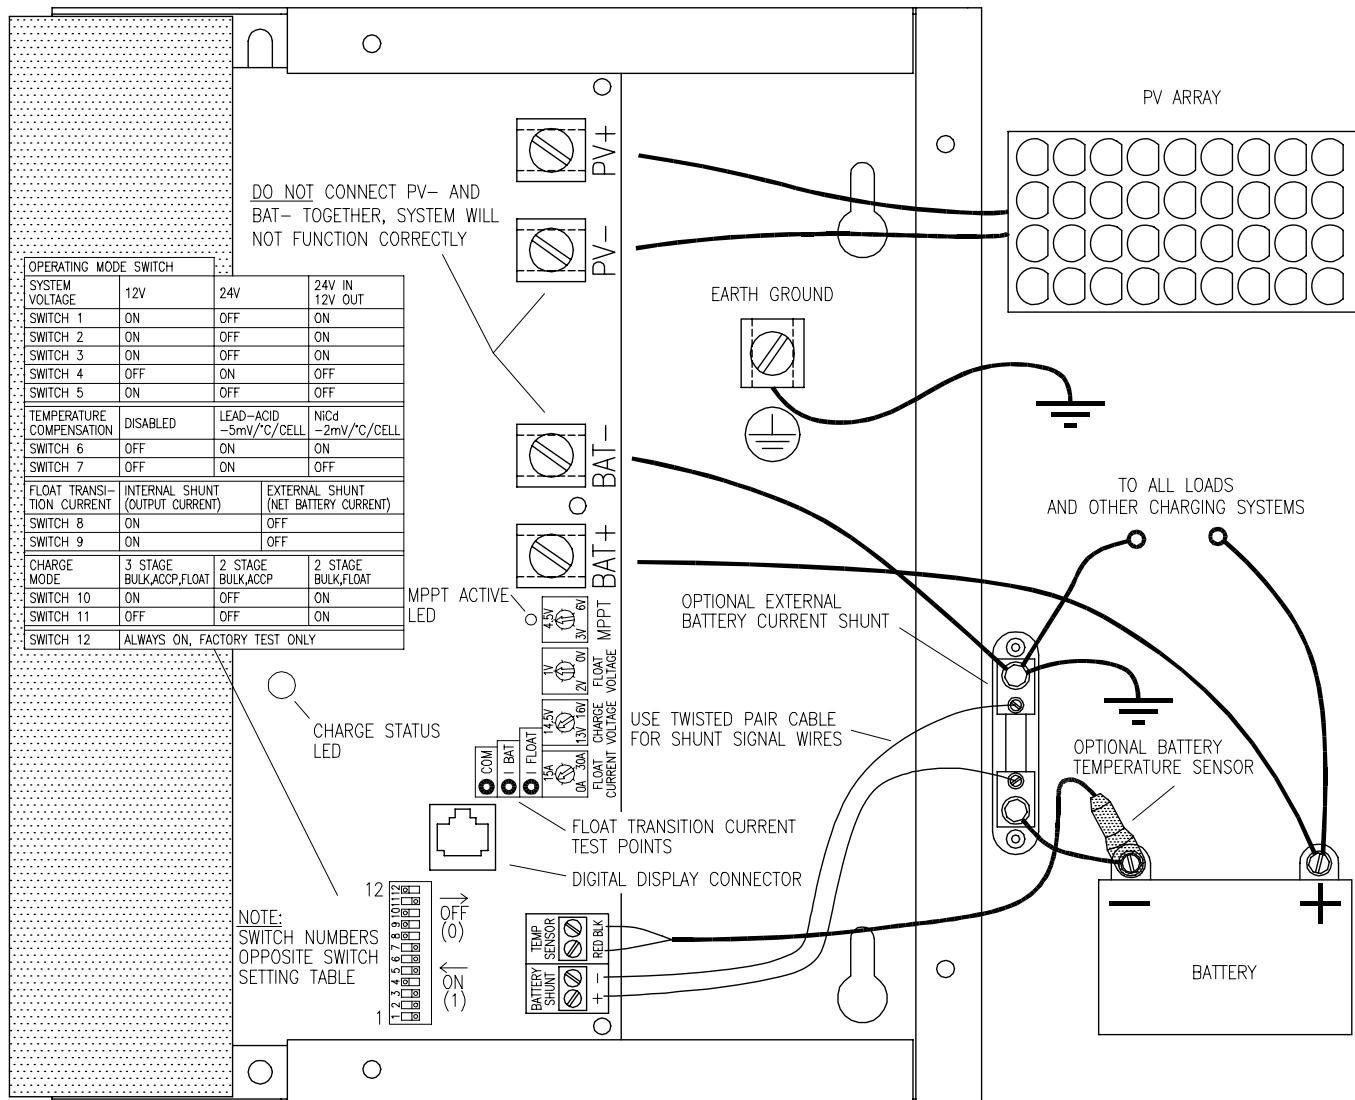

FIGURE 3
➤ **WARNING:** Read, understand and follow the Important Safety Instructions in the beginning of this manual before proceeding. To reduce the risk of fire, connect only to a circuit provided with 60 amperes maximum branch-circuit over current protection installed and wired in accordance with National Electrical Code, ANSI/NFPA 70. This unit is not provided with a GFDI device and must be used with an external GFDI device as required by Article 690 of National Electrical Code for the installation location. To reduce risk of electric shock, remove all sources of power, PV and battery before installing. Adjustments or connections other than those shown in Figure 3 void the limited warranty.
➤ **AVERTISSEMENT:** Avant de procéder, lire, comprendre et suivre les instructions importantes de sécurité spécifiées au début de ce manuel. Afin de réduire le risque d'incendie, brancher uniquement à un circuit fourni d'une protection contre le courant excessif de 60 ampères par circuit de dérivation, installé et câblé en conformité avec le Code Électrique National ANSI/NFPA 70. Cet appareil n'est pas fourni avec un dispositif GFDI (détecteur et interrupteur différentiel) externe tel que prévu dans l'Article 690 du Code Électrique National pour le lieu de l'installation. Afin de réduire le risque de choc électrique, éloigner toute source de puissance photovoltaïque et batterie, avant l'installation. Tout ajustement et branchement autre que ceux montrés dans la Figure 3, frapper de nullité la garantie limitée.
➤ **WARNUNG:** Vor dem Behandeln lesen, verstehen und folgen Sie die wichtigen Sicherheitshinweise am Anfang dieses Handbuchs. Um die Feuergefahr vorzubeugen, schalten Sie bei einem mit Parallelstromkreis der mit einem Stromschutz von höchstens 60 Ampere versorgt ist, gemäß der Nationalen Elektrischen Code ANSI/NFPA 70, ein. Dieses Einheit ist nicht mit einem GFDI-Gerät ausgestattet und muss daher mit einem externen GFDI-Gerät betrieben werden, wie es in Paragraph 690 des Staatlichen Elektrogesetzbuches [National Electrical Code] für den Installationsort vorgeschrieben ist. Um die Gefahr eines elektrischen Schocks zu vermeiden, entfernen Sie alle Strom-, PV und Batteriequellen vor der Installation. Andere Einstellungen oder Konnexionen als diejenigen in Abbildung 3 heben die begrenzte Garantie auf.
- Solar Boost 50 has setup options that may need to be configured prior to connection and use. These setup options are configured by setting a single 12 position dip switch and four potentiometers located on the main circuit board as shown in Figure 3.
- Solar Boost 50 a d'options de paramétrage dont la configuration pourrait être nécessaire avant le branchement et l'utilisation. Ces options sont paramétrées en fixant un seul commutateur à 12 positions et quatre potentiomètres situés sur le panneau du circuit principal (Voir Figure 3).
- Solar Boost 50 hat Einstellungsoptionen, die vor der Einschaltung und Benutzung konfiguriert werden müssen. Diese Einstellungsoptionen sind konfiguriert, indem ein einziger 12 Position Schalter und vier Potentiometer die sich auf der Hauptstromkreistafel befinden wie in Abb. 3, eingestellt werden.
If battery load current is highly variable during charge more effective charge control can be obtained through the use of an external current shunt measuring net battery charge current. The wiring diagram of Figure 3 shows how this optional external current shunt would be used. This external shunt can be an already existing shunt as long as it is in the negative leg of the battery and is wired to measure net battery current. Note that each measuring device connecting to this shunt should have its sensing wires connected directly to the shunt sensing screw terminals. A variety of optional current shunts are available through your Blue Sky Energy dealer.
The unit updates the maximum power operating point approximately every 10 seconds by briefly turning off the output to sample PV open circuit voltage. It then operates the PV array at a voltage approximately equal to the sampled open circuit voltage minus the MPPT voltage setting. Factors other PV open circuit voltage fine tune the actual operating point, but PV open circuit voltage is the primary factor. Note that the values above and the scaling shown on the MPPT adjust potentiometer in Figure 3 relate to a single 36 cell module. When two modules are connected in series for a 24V input system, Solar Boost 50 automatically multiplies the voltage difference setting between V_{OC} and V_{MP} by two based on the position of dip switch 5.
If LED does not remain on, MPPT is not operating due to a combination of high PV temperature and/or high battery voltage. MPPT can usually be made to operate by lowering battery voltage through application of a heavy DC load. If in doubt, leave the adjustment at the factory default position of approximately 11:00 o'clock as shown in Figure 3.